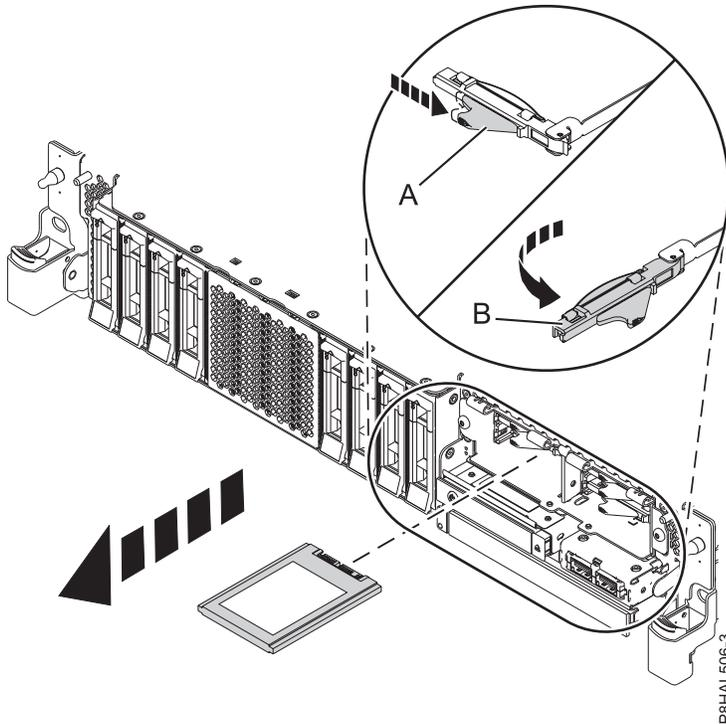

Figure 43. Retrait d'une unité SSD d'un système à fonction étendue
11. Déverrouillez la poignée de la baie d'unité **(B)** en poussant le loquet de la poignée **(A)** dans la direction indiquée et en tirant la poignée de l'unité **(B)** vers vous. Voir : figure 43, à la page 46. Si la poignée n'est pas complètement sortie, vous ne pouvez pas retirer l'unité SSD du système.